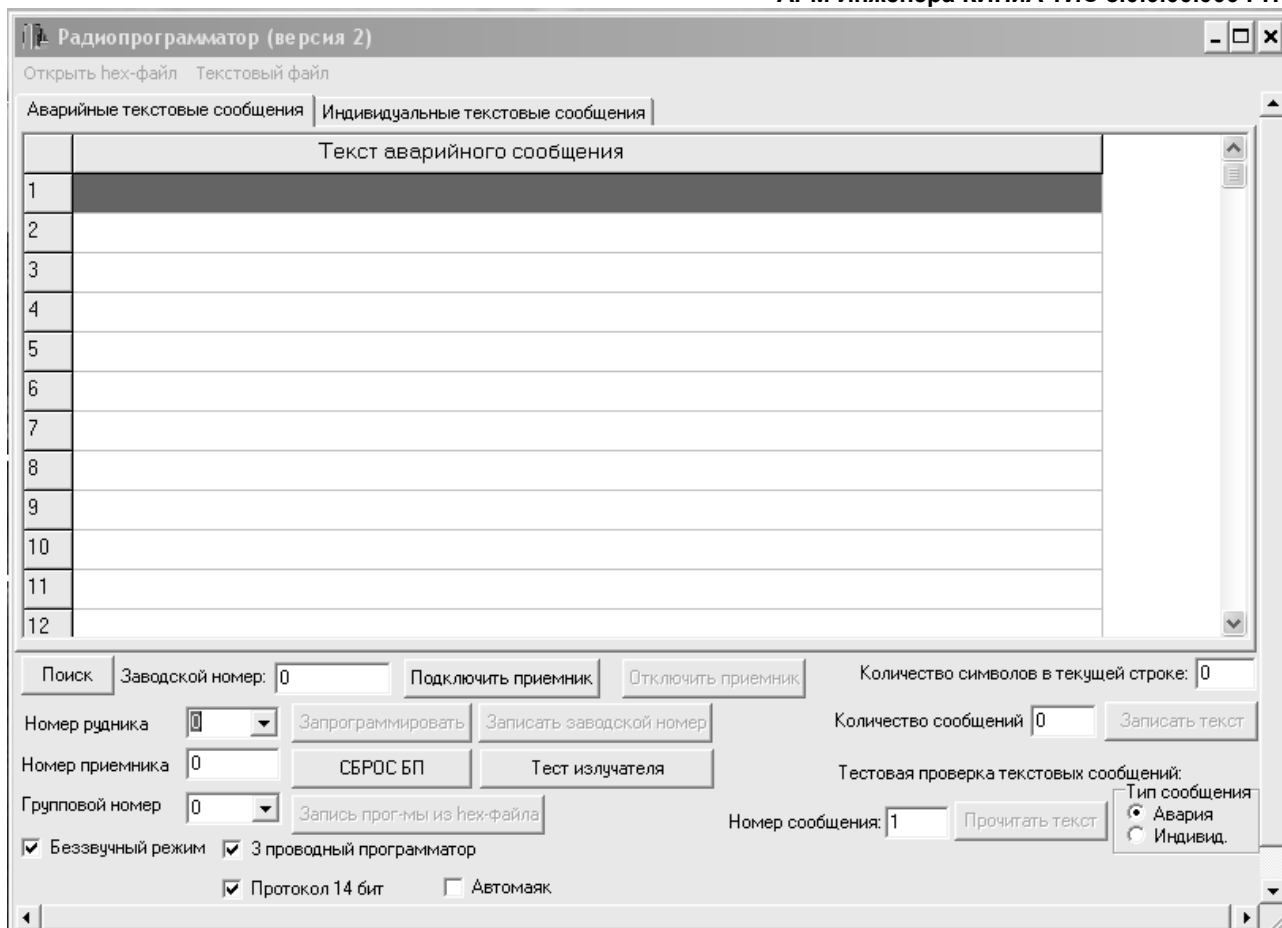

Рисунок 1 – Главное окно программы «UTIS\_RadioProg»
2.3.2 После запуска приложения (RadioProg.exe) появляется главное окно программы (рисунок 1).